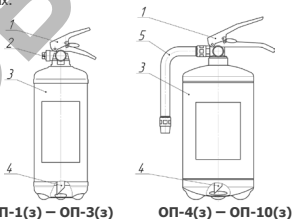

Рисунок 1
2.1 Конструкция огнетушителей на рис. 1. Огнетушители состоят из корпуса 3, в горловину которого ввернуто ЗПУ 1 с сифонной трубкой 2. К выходному отверстию ЗПУ огнетушителей ОП-1(з) – ОП-3(з) подсоединяется сопло 2, а в ОП-4(з) – ОП-10(з) распылитель 5.